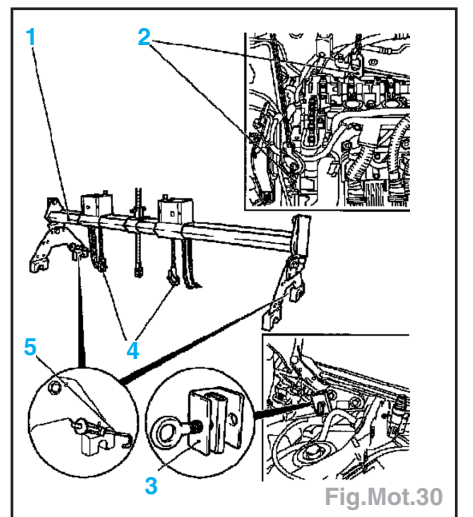

Fig.Mot.30
- Mettre en place l'outil support MKM-883-1, le dispositif de serrage (3) sur la charnière de capot-moteur, mettre le crochet d'arrêt MKM-883-4 (5) dans le dispositif de serrage, accrocher les crochets (4) sur les brides de transport du moteur (2) et les tendre (Fig.Mot.30).